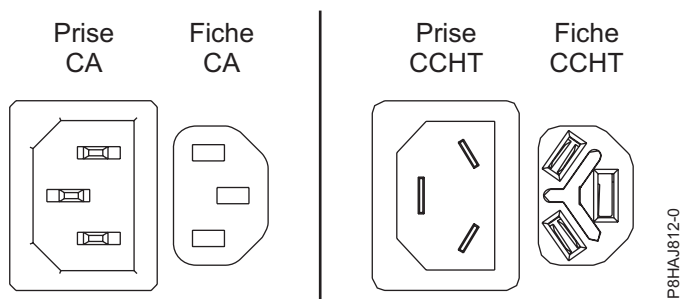
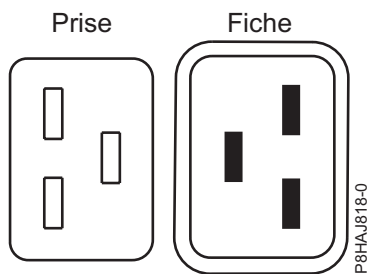
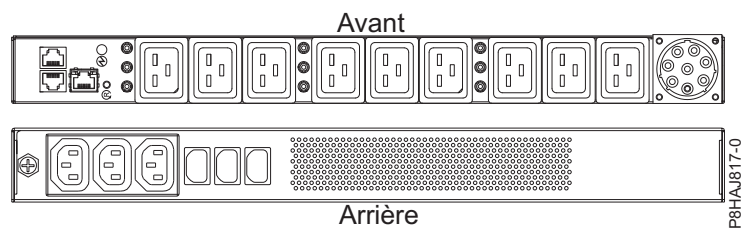

Figure 46. Connecteurs CA et CCHT
Figure 47. Connecteurs pour le système 8408-44E
Figure 48. Unité d'alimentation pour le système 8408-44E
La figure 46, à la page 61 représente les connecteurs pour courant alternatif (CA) et courant continu haute tension (CCHT) pris en charge. Les figure 47, à la page 61 et figure 48, à la page 61 illustrent les